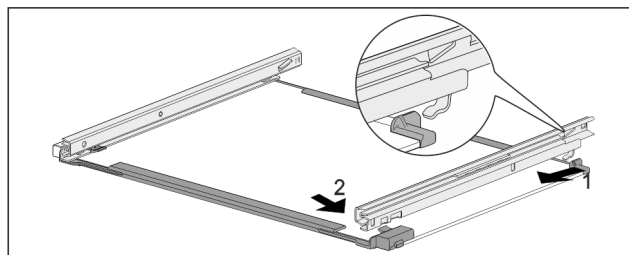

Fig. 228 Pllaka e xhamit me shinat
- ▶ Kapni shinën në kapëse në pjesën prapa. Fig. 228 (1)
- ▶ Kapni shinën në kapëse në pjesën përpara. Fig. 228 (2)